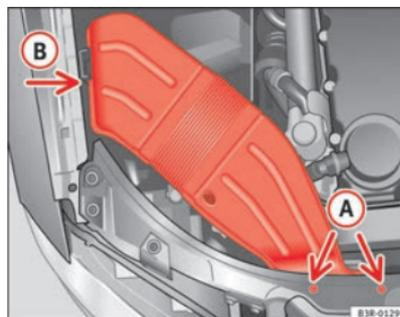

Fig. 200 Condutas de ventilação no lado direito do veículo
- Desenrosque os parafusos **A** ⇒ fig. 200.